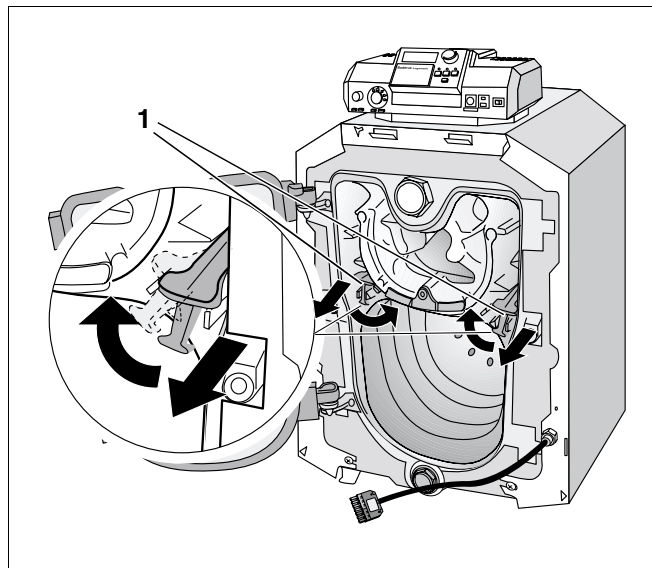

Fig. 35 Rearanjarea placilor de ghidare
- Trageți placile de ghidare (fig. 35, **poz. 1**) puțin din traseul gazelor de ardere.
- Aduceți placile de ghidare (fig. 35, **poz. 1**) într-o poziție oblică/inclinată (fig. 35).